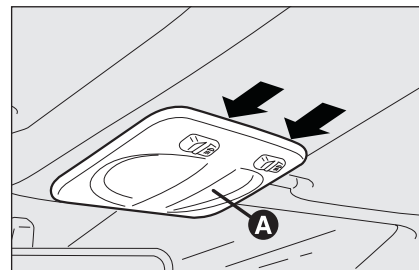
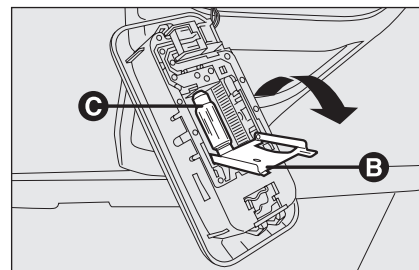

Abb. 32
Abb. 33
- ☐ auf die von den Pfeilen angegebenen Punkte einwirken, und die Innenleuchte **A-Abb. 32** entfernen;
- ☐ die Glühlampen **C-Abb. 33** aus den seitlichen Kontakten lösen, austauschen und sicherstellen, dass die neuen Lampen ordnungsgemäß zwischen den Kontakten fest sitzen;
- ☐ die Klappe **B-Abb. 33** wieder schließen, und die Innenleuchte **A-Abb. 32** in ihrer Aufnahme befestigen und sicherstellen, dass die Einrastung erfolgt ist.